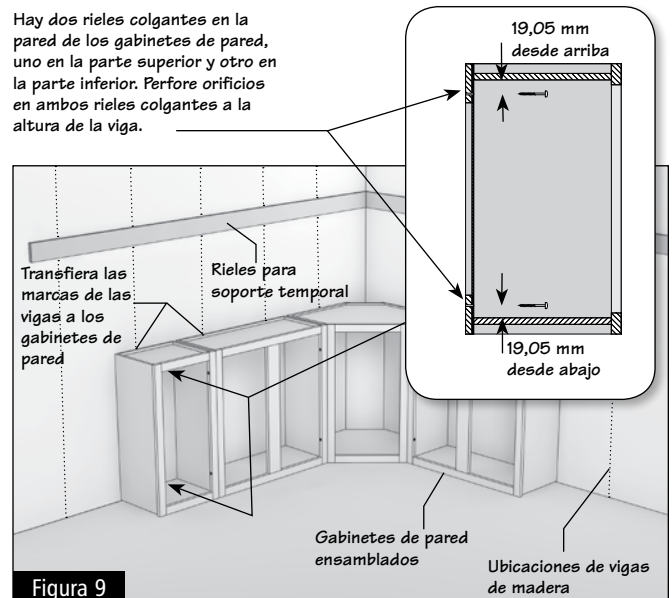

Figura 9
2.8 Una vez que todos los gabinetes estén prearmados en el piso, mida la pared desde la esquina hasta la marca de la primera viga y transfiera las medidas a la parte interior del gabinete que instalará. Repita este paso en cada esquina y cada viga. Luego, perforo orificios de $\frac{7}{32}$ pulg. para montar el gabinete desde los rieles superiores hasta los inferiores del gabinetes a una distancia de 1,90 cm desde abajo y 1,90 cm desde arriba. (Figura 9)